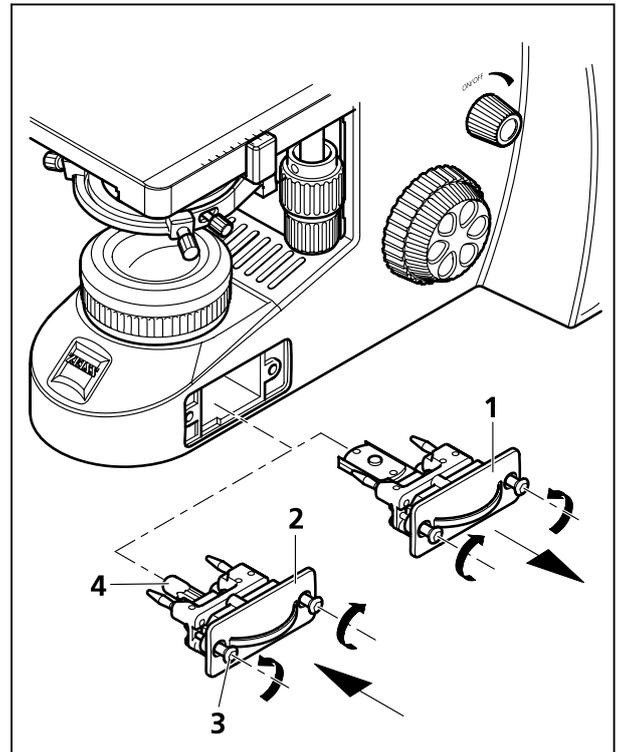

Figura 13 Cambiar la bombilla halógena de 6 V / 30 W o sea el módulo de iluminación con LED
- Aflojar los dos tornillos de apriete (Figura 13/3) del módulo de iluminación (Figura 13/1 ó sea 2), presionando los tornillos ligeramente contra el resorte y girándolos luego en 90°: el tornillo izquierdo en el sentido de las agujas del reloj, el tornillo derecho en el sentido contrario.
- Sacar el módulo de iluminación (Figura 13/1 ó sea 2) del estativo.
- Si el estativo está dotado de una bombilla halógena de 6 V / 30 W (Figura 13/2), sacar la bombilla halógena (Figura 13/4) del módulo de iluminación e insertar la bombilla halógena nueva. No tocar la bombilla nueva con las manos desnudas para no reducir la vida de la misma.
- En el caso de que el estativo está dotado del LED, cambiar el módulo de iluminación completo con el LED (Figura 13/1).
- Introducir el módulo de iluminación (Figura 13/1 ó sea 2) en el estativo y fijarlo con los dos tornillos (Figura 13/3), presionando los tornillos ligeramente contra el resorte y girándolos luego en 90°: el tornillo izquierdo en el sentido contrario de las agujas del reloj, el tornillo derecho en el sentido de las agujas del reloj.